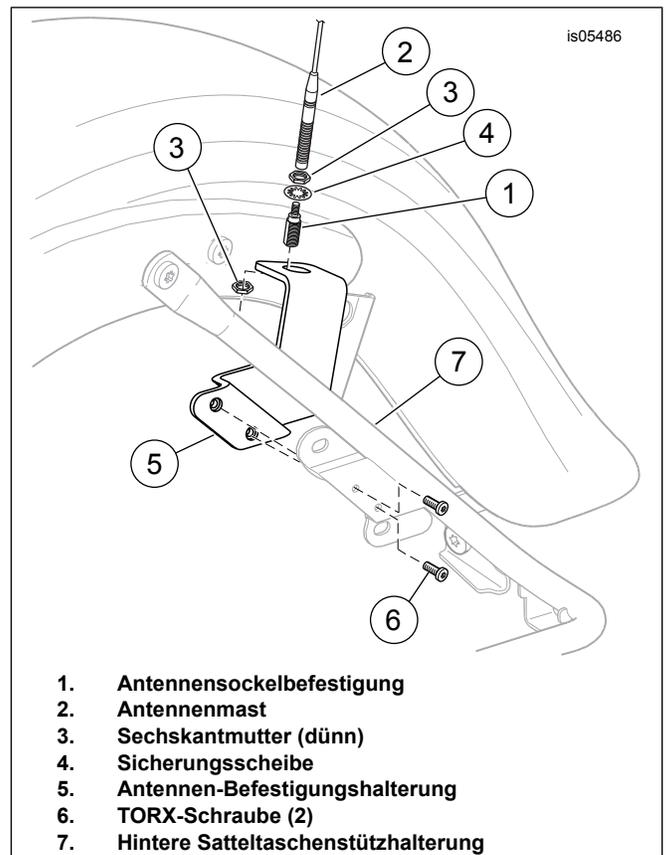
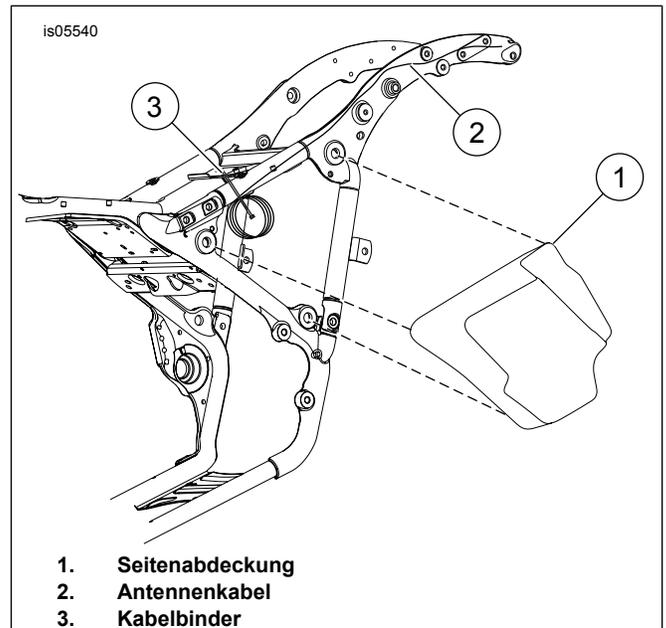

Abbildung 2. Antennen-Befestigungshalterung
Abbildung 3. Seitenabdeckung und Lage des Antennenkabelbinders
1. Siehe Abbildung 2. Die Antennen-Befestigungshalterung (5) wie abgebildet an der Innenseite des unteren Satteltaschenhalterungsbügels anbringen. Schrauben (6) anbringen. Schrauben auf ein Drehmoment von 2,5 N·m (22 in-lbs) anziehen.
2. Die innenverzahnte Sicherungsscheibe (4) auf dem größeren Gewindezapfen des Antennensockels (1) unter der oberen Sechskantmutter (3) anbringen. Den Antennensockel durch das Loch in der Antennen-Befestigungshalterung einsetzen.
3. Die untere Sechskantmutter (3) auf dem Gewinde des Antennensockels anbringen. Die untere Mutter auf ein Drehmoment von 8 N·m (6 ft-lbs) anziehen.
4. Siehe Abbildung 3. Die linke Seitenabdeckung (1) behutsam entfernen, indem sie von den Rahmenrohren gezogen wird.
6. Überlänge des Antennenkabels bzw. der Verkabelung (2) aufwickeln. Mit dem langen Kabelbinder (3) das Kabel unter der linken Seitenabdeckung (1) gemeinsam mit dem Fahrzeugkabelbaum am Rahmen befestigen.
9. Siehe Abbildung 2. Die Antennenmastbaugruppe (2) sicher auf dem Antennensockel (1) einbauen.
4. Siehe Abbildung 3. Die linke Seitenabdeckung (1) anbringen.